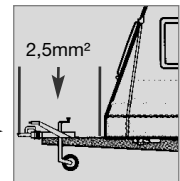

Abb. 26
- Der Gasanschluss am Gerät erfolgt mittels einer Schneidring- (Ermeto-) Verschraubung L8, DIN 2353-ST nach EN 1949, siehe Abb. 26 (1).